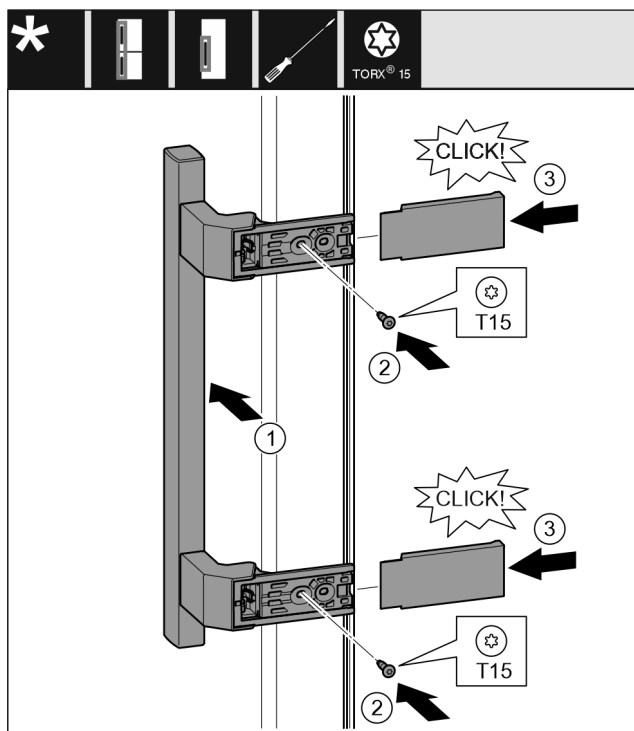

Fig. 20
- Poser la poignée sur le côté opposé. Fig. 20 (1)
- Serrer les vis avec un tournevis T15. Fig. 20 (2)
- Mettre en place les caches latéralement et les enfiler. Fig. 20 (3)